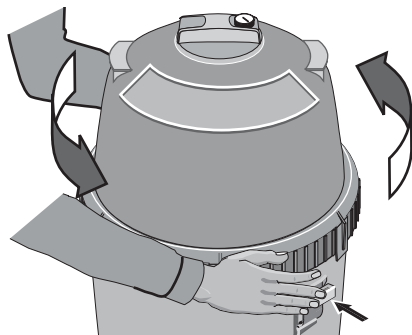

Figura 4 - Oprima el pestillo de seguridad para desatornillar el Aro Posi-Lok™.
- a. Oprima el pestillo de seguridad (debajo del aro) para liberarlo, ver Figura 4.